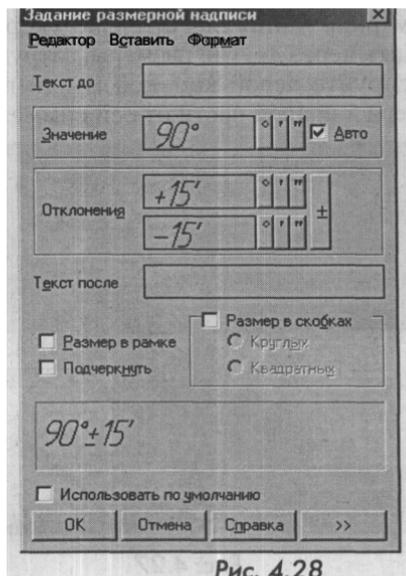

Рис. 4.28
19. Простановка угла уплотнительной фаски клапана. Нажмите кнопку Г5 (**Угловой размер**). Щелкнуть мышью сначала по одной, а потом по другой стороне уплотнительной фаски. При этом в строке параметров появится изображение кнопок представляемого угла и величина угла: JS^ℓℓ И^3* I . Щелкните мышью в поле txt, а в диалоговом окне **Задание размерной надписи** активизируйте в блоке **Отклонения** верхнее окно и введите туда значение 15. Затем нажмите кнопку с изображением угловой минуты и кнопку (рис. 4.28). Нажмите ОК и разместите угловой размер в нижней части чертежа.